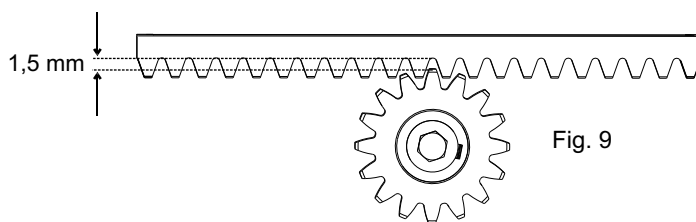

Fig. 9
5.6. Toute la crémaillère doit être élevée de 1,5 mm pour éviter que le poids du portail repose sur le pignon (Fig. 9);